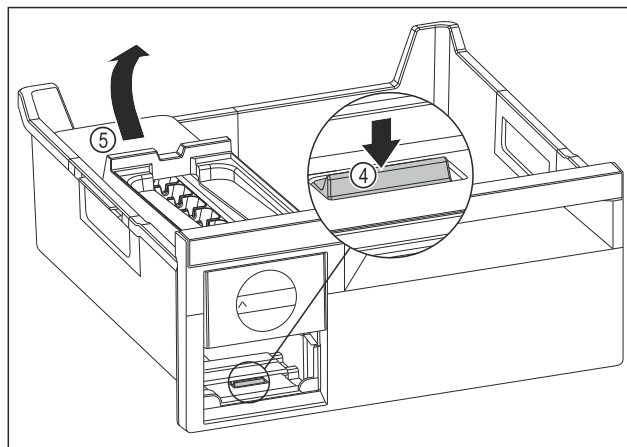

Fig. 74
- ▶ Wymowienie korpusu EasyTwist-Ice: Nacisnąć nakładkę Fig. 74 (4) palcem w dół i jednocześnie podnieść korpus EasyTwist-Ice Fig. 74 (5) od tyłu drugą ręką.